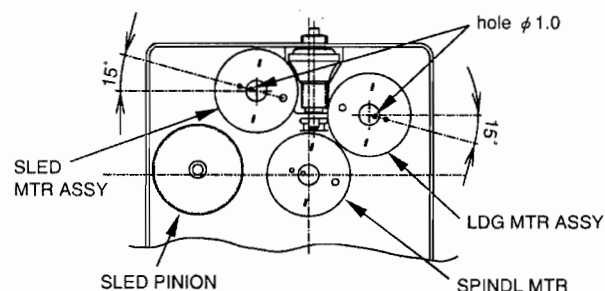

Fig. 3-6
- Reinstall the SLED/LDG MTR ASSY paying attention to the polarity of its terminals. (Fig. 3-6)
- SLED、LDG MTR ASSY は、端子の極性に注意して取り付けること。(Fig. 3-6)